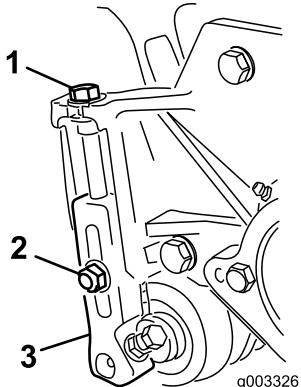

Figure 23
- Desserrez les contre-écrous qui fixent les bras de hauteur de coupe aux plaques latérales du plateau de coupe (Figure 23).